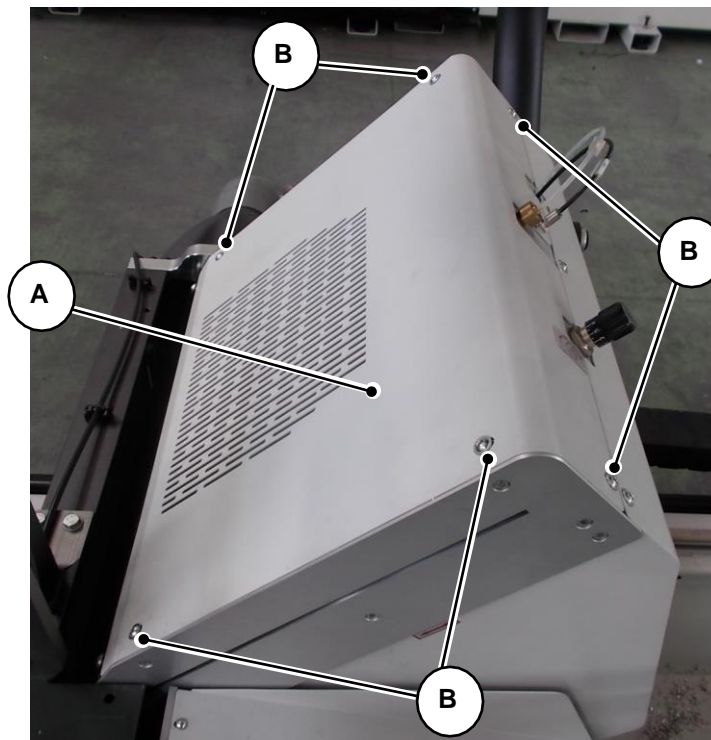

Fig. 09-08
- Extrair o invólucro da lâmina "A", desapertando os respectivos parafusos de fixação "B" (Fig. 09-08).
Por fim, fixar o invólucro de segurança "**A**" apertando os 3 parafusos "**B**" (**Fig. 09-08**).